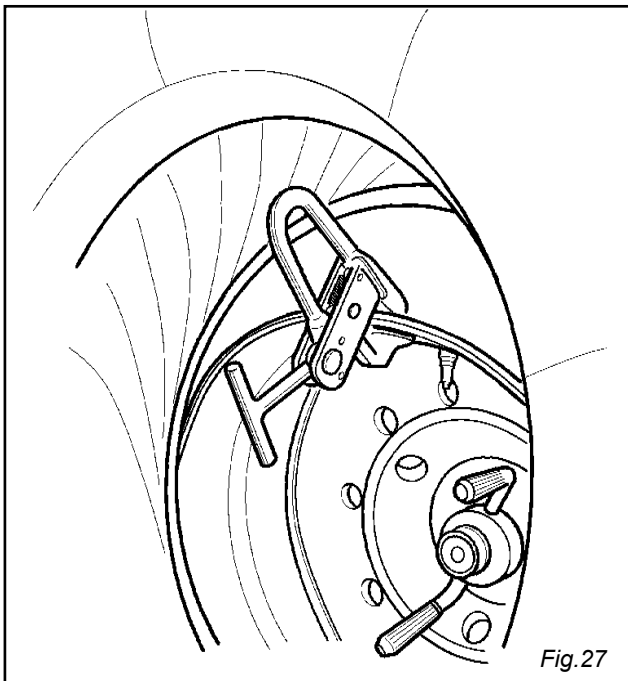
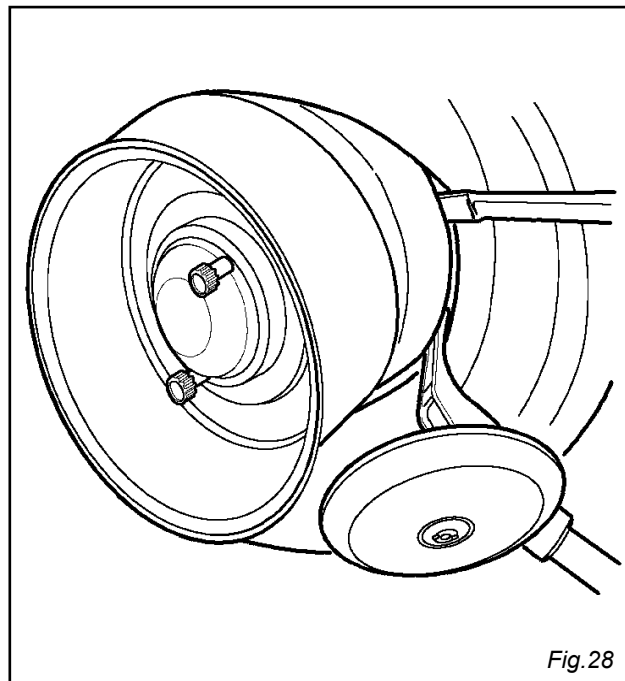

Fig. 27
Fig. 28
- 5) Sollevare il cerchio con il pneumatico agganciato e ruotarlo in senso antiorario di 15-20 cm. Il pneumatico si posizionerà in modo obliquo rispetto al cerchio. (Fig. 27)
- 6) Abbassare il braccio porta utensili (17) in posizione di lavoro, sul fianco interno del pneumatico, fino a che si sarà agganciato con l'apposito cricchetto.
- 8) Agendo sulle leve (3) (4) muovere l'utensile fino a portare il suo punto rosso di riferimento in asse con il bordo esterno del cerchio ad una distanza di 5 mm. dallo stesso (Fig. 28)
The tyre will position itself obliquely relating to the rim.(fig. 27)
- 6) Lower the tool-holder (17) in its working position until it will get hooked by the proper jack.
- 8) By means of levers (3) and (4) move the tool until its red spot is on level with the outer edge at a distance of 5 mm. (fig.28)
- 5) Поднимите диск с зацепленной за монтажную трубку шиной и поверните его против часовой стрелки приблизительно на 15-20 см. Шина будет расположена в наклонном положении по отношению к диску колеса. (Рис. 27)
- 6) Опустите консоль монтажно-демонтажного инструмента (17) в рабочее положение на внутренний борт шины, до тех пор, пока она не заблокируется посредством специальной ручки.
- 8) Посредством переключателей (3) и (4) перемещайте инструмент до тех пор, пока красная метка не будет находиться вровень с внешним краем диска и приблизительно в 5 мм от него (Рис. 28).
- 5) Die Felge mit festgemachtem Reifen heben und links 15-20 cm. drehen lassen. Der Reifen wird sich in bezug auf die Felge schräg stellen (Abb. 27)
- 6) Werkzeugtragarm (19) in Arbeitsstellung an Reifeninnenseite herunterlassen, bis wann er mit der bezüglichlichen Sperrklinke festklemmt.
- 8) Hebel (3) (4) betätigen, um das Werkzeug zu verlegen, bis wann sich der rote Referenzpunkt mit dem Felgenaußenrand 5 mm. fern von Felge ausrichtet (Abb.28)